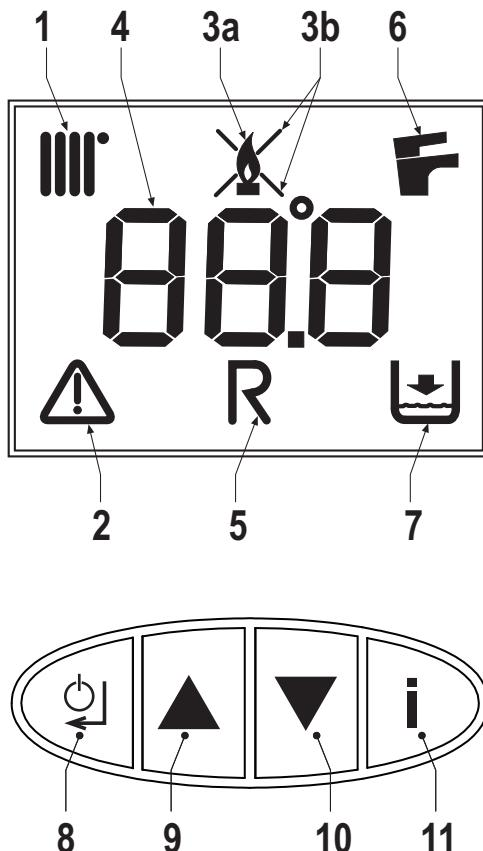

рис. 1 - Панель с устройствами управления
О поступлении запроса на отопление (от контакта запроса, комнатного термостата или пульта ДУ с таймером) сообщает включение радиатора (поз. 1 - рис. 1).
На многофункциональном дисплее (поз. 4 - рис. 1) высвечиваются температура датчика отопления, а во время режима ожидания отопления - символ "d2".
О поступлении запроса на горячее водоснабжение (в результате забора горячей воды) сообщает включение крана (поз. 6 - рис. 1).
На многофункциональном дисплее (поз. 4 - рис. 1) высвечиваются температура датчика ГВС, а во время режима ожидания ГВС - символ "d1".
Нажмите на кнопку Вкл./Выкл. (поз. А - Рис. 1) на 5 секунд.
Когда агрегат выключен, на электронную плату продолжает подаваться электрическое питание. При этом системы отопления и ГВС не работают. Остается активной противоморозная система. Для включения агрегата снова нажмите кнопку Вкл./Выкл. (поз. А - Рис. 1) на 5 секунд.
Для доступа к меню пользовательских настроек необходимо нажать на кнопку "Info" (поз. 11 - рис. 1).
Нажимайте на кнопку "Info" (поз. 11 - рис. 1), пока не отобразится параметр u01 меню пользовательских настроек.
Нажмите на кнопку "Ввод" (поз. 8 - рис. 1): отобразится текущее значение параметра u01.
Используйте кнопки (поз. 9 и 10 - рис. 1) для изменения температуры от минимальной в 30°C до максимальной в 85°C.
Нажмите на кнопку "Ввод" (поз. 8 - рис. 1) для подтверждения настройки.
Далее нажимайте на кнопку "Info" (поз. 11 - рис. 1) до выхода из меню.
Нажимайте на кнопку "Info" (поз. 11 - рис. 1), пока не отобразится параметр **u02** меню пользовательских настроек.
Нажмите на кнопку "Ввод" (поз. 8 - рис. 1): отобразится текущее значение параметра **u02**.
Используйте кнопки (поз. 9 и 10 - рис. 1) для изменения температуры от минимальной в 10°C до максимальной в 65°C.
Далее нажмайте на кнопку "Info" (поз. 11 - рис. 1) для выхода из меню.
Нажимайте на кнопку "Info" (поз. 11 - рис. 1), пока не отобразится параметр **u03** меню пользовательских настроек.
Нажмите на кнопку "Ввод" (поз. 8 - рис. 1): отобразится текущее значение параметра **u03**.
Используйте кнопки (поз. 9 и 10 - рис. 1) для настройки режима "Лето" (0) или "Зима" (1).
Нажимайте на кнопку "Info" (поз. 11 - рис. 1), пока не отобразится параметр **u04** меню пользовательских настроек.
Нажмите на кнопку "Ввод" (поз. 8 - рис. 1): отобразится текущее значение параметра **u04**.
Используйте кнопки (поз. 9 и 10 - рис. 1) для настройки режима "Экономный" (0) или "Комфорт" (1).
Нажимайте на кнопку "Info" (поз. 11 - рис. 1), пока не отобразится параметр **u05** меню пользовательских настроек.
Нажмите на кнопку "Ввод" (поз. 8 - рис. 1): отобразится текущая стадия (Step) максимальной мощности.
Используйте кнопки (поз. 9 и 10 - рис. 1) для изменения максимальной мощности от 1 (минимальный Step) до 5 (максимальный Step).
Нажимайте на кнопку "Info" (поз. 11 - рис. 1), пока не отобразится параметр **u06** меню пользовательских настроек.
Нажмите на кнопку "Ввод" (поз. 8 - рис. 1): отобразится текущее значение параметра **u06**.
Используйте кнопки (поз. 9 и 10 - рис. 1), чтобы изменить методологию работы:
Нажмите на кнопку "Info" (поз. 11 - рис. 1), пока не отобразится информация **u07** меню пользовательских настроек.